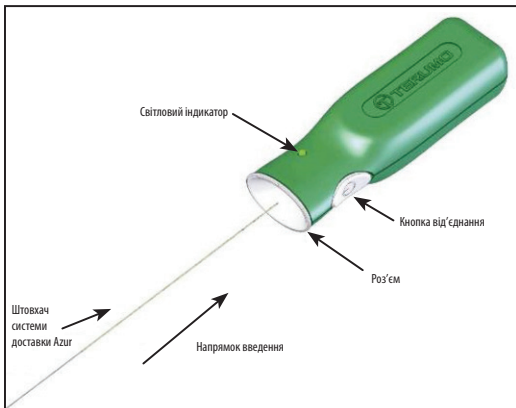

Рисунок 4. Контролер від'єднання системи Azur
- Відкрийте упаковку із судинним оклюдером Azur та вийміть муфту дозатора. Перед використанням пристрою видаліть клин із муфти дозатора. Зафіксувавши імплантат та інтродьюсер судинного оклюдера Azur, витягніть штовхач із муфти дозатора так, щоб оголити проксимальний кінець штовхача системи доставки. Будьте обережні, щоб не допустити контамінації кінця штовхача сторонніми речовинами, як-от кров'ю або контрастною речовиною. Міцно вставте проксимальний кінець штовхача в роз'єм контролера від'єднання системи Azur. Дивіться рисунок 4. **Поки що не натискайте кнопку від'єднання.**